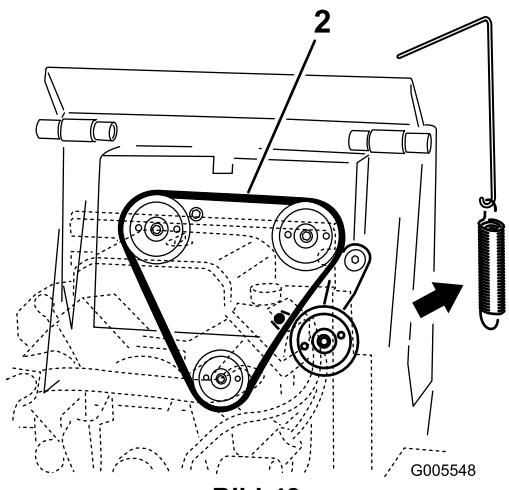

Bild 48
4. Nehmen Sie die Spanscheibenfeder von der Spanscheibe ab (Bild 48).
- 6. Verlegen Sie einen neuen Treibriemen um die drei Scheiben (Bild 48).